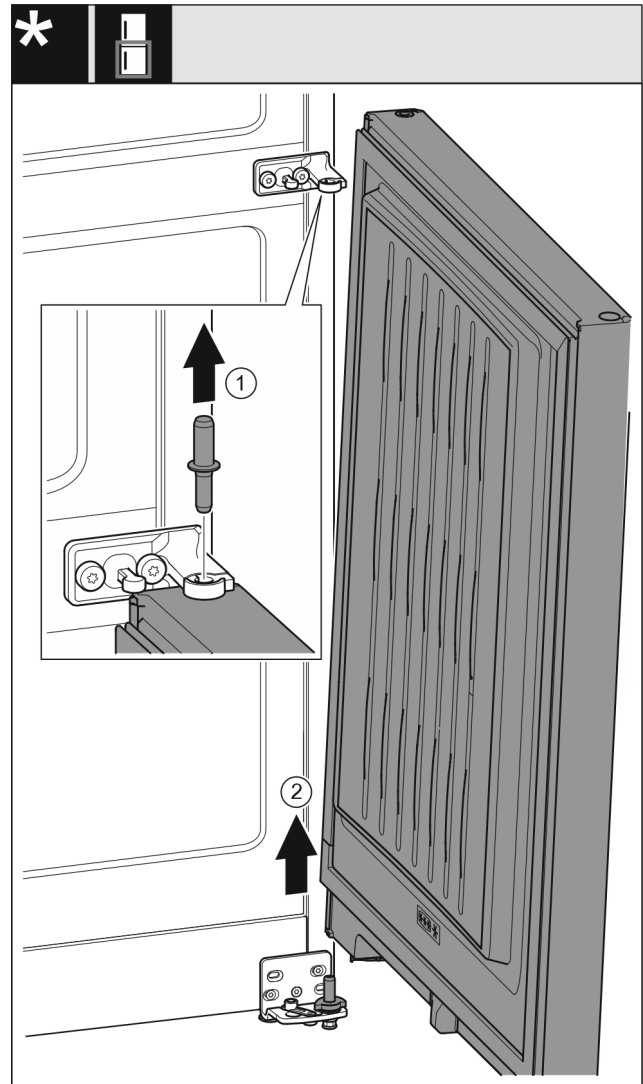

Fig. 29 Без амортизатора закрывания двери*
- ▶ Извлеките палец Fig. 29 (1) движением вверх.*
- ▶ Отведите дверь Fig. 29 (2) в сторону, потяните вверх и отставьте ее.*